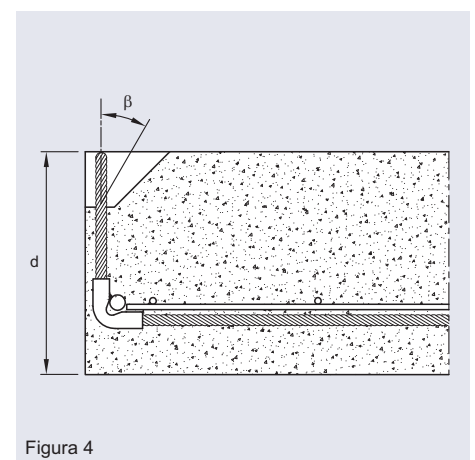

Figura 4
- los **Estrobos PHILIPP** no se deberán someter a tiros diagonales con una inclinación de $\beta \geq 30^\circ$ (Figura 4);
Para la instalación del **Estrobo angular PHILIPP** las piezas de prefabricado de hormigón han de tener un refuerzo superficial mínimo (Figura 4 y Tabla 2).